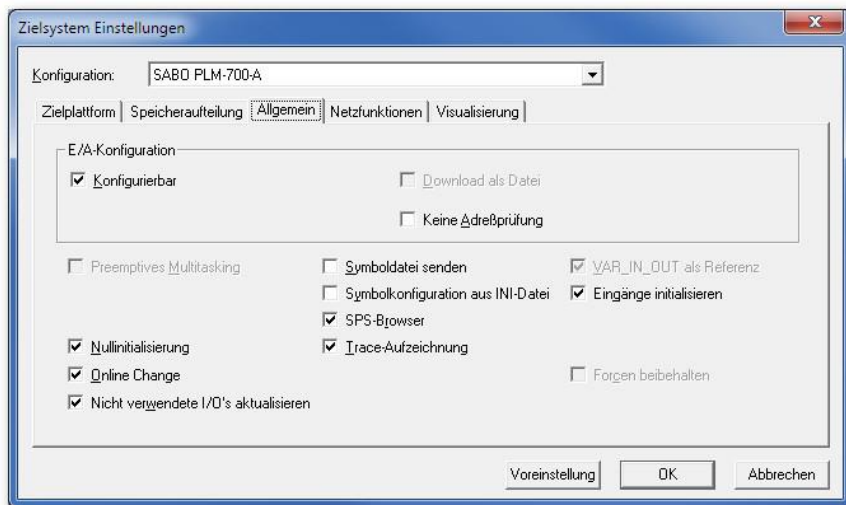

Abb. 4-4: Zielsystem Einstellungen → Allgemein
- Unter *Zielsystem Einstellungen* → *Allgemein* ist *Nicht verwendete I/Os aktualisieren* einzuschalten (Abb. 4-4).